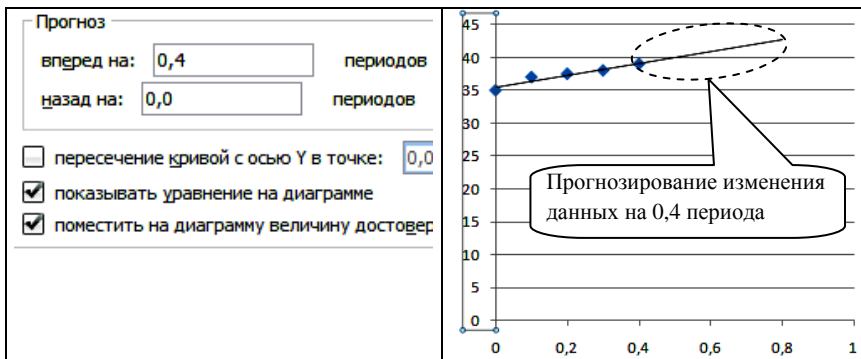
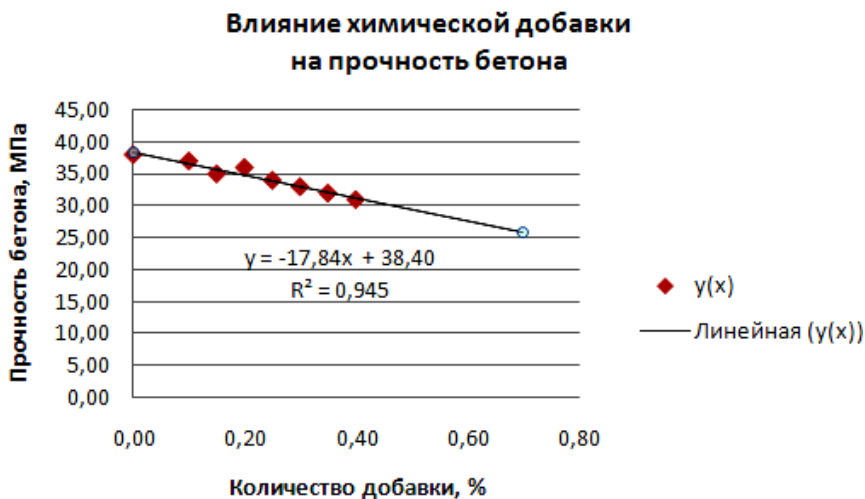

Рис. 5.4. Тенденция изменения рядов данных
Рис. 5.9. Тенденция изменения данных
5. Для показа тенденции изменения рядов данных можно продолжить линию тренда вперед за пределы известных данных с помощью поля *Прогноз* в окне *Формат линии тренда* (рис. 5.4).
Далее необходимо продлить линию тренда вперед на несколько значений (см. рис. 5.4) и проследить тенденцию изменения данных (рис. 5.9).